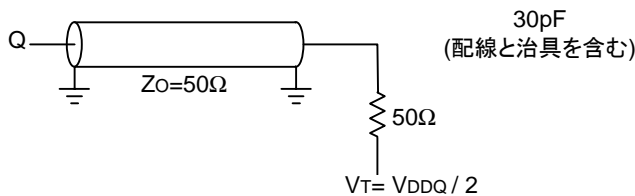

図.1 出力負荷
- 出力負荷 図.1
注 24. テスト条件は、特に指定しない場合は図 1 に示す出力負荷を使用します。